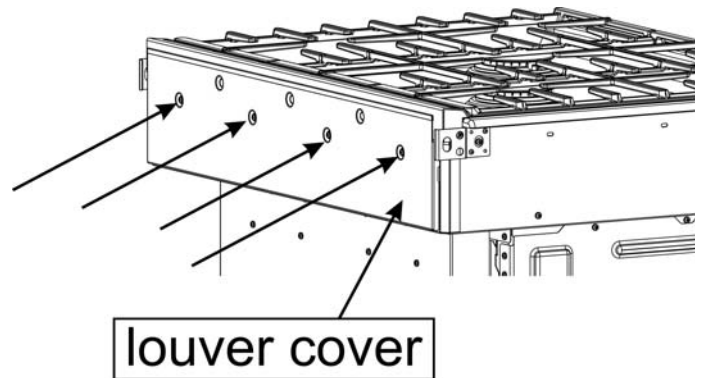

Figura 1: Ubicaciones de los tornillos de la cubierta de la rejilla de ventilación trasera
Procedimiento para una estufa deslizante de dos combustibles que incluye la cubierta de la rejilla de ventilación (consulte la Figura 1)
2. Deslice la estufa hacia afuera lo suficiente como para tener acceso a los tornillos de montaje de la cubierta de la rejilla de ventilación trasera. Consulte la Figura 1: Ubicaciones de los tornillos de la cubierta de la rejilla de ventilación trasera.
3. Si su estufa no incluye la cubierta de la rejilla de ventilación (consulte la Figura 1), diríjase al procedimiento que comienza en la página 5.
4. Retire los cuatro tornillos que sujetan la cubierta de la rejilla de ventilación trasera (consulte la Figura 1). Guarde estos tornillos para volver a colocar la cubierta de la rejilla de ventilación.